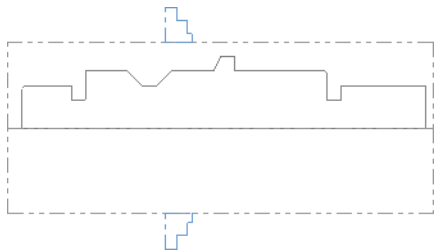

图 19.3 预览夹爪形状和位置
Step5. 设置夹爪的尺寸。在 **使用定义位置** 区域的 **直径:** 文本框中输入值 240.0，在 **Z:** 文本框中输入值 240.0；单击 **预览车床边界** 按钮查看夹爪，结果如图 19.3 所示。按 Enter 键，然后在“机床组件管理 - 夹头设置”对话框中单击 **✓** 按钮，系统返回至“机器群组属性”对话框。